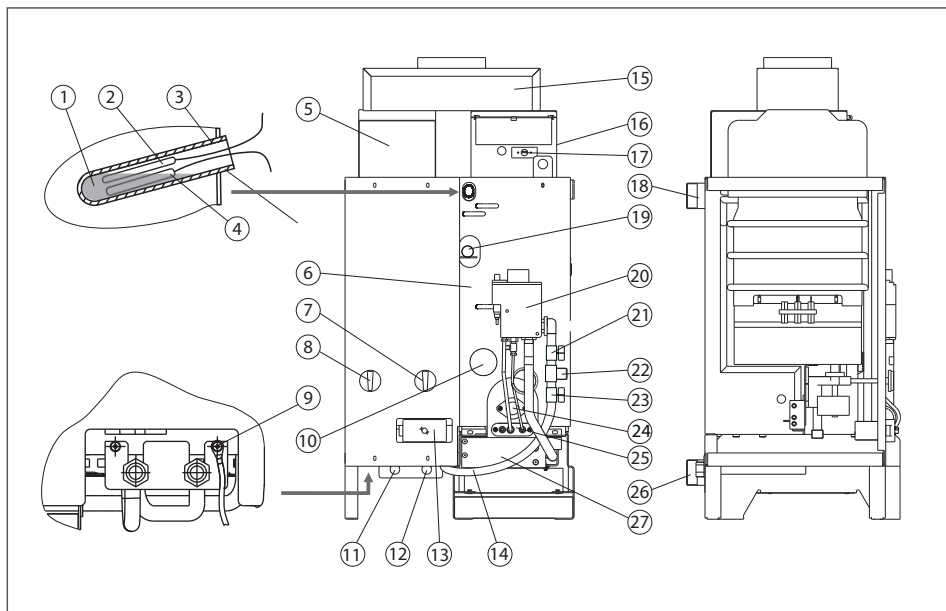

Рис. 1. Строение котла «Житомир-10»
Для корректной работы терморегулятора и термoinдикатора, перед началом эксплуатации в стакан корпуса котла необходимо залить 10 мл машинного масла (п.1 рис.1)
5.2.1. Для установки ТЭНа необходимо слить воду из котла (системы отопления), открутить заглушку (рис.1 поз. 10) и установить на ее место ТЭН с характеристиками, соответствующими таблице 3.